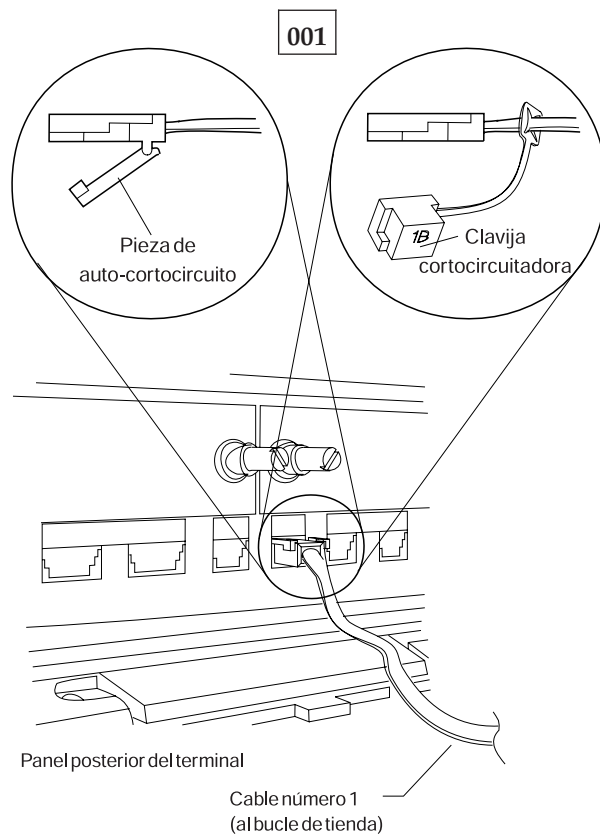

Figura 45. Clavija cortocircuitadora 1B y cable 1 de bucle de tienda de terminal Mod1
- Conecte la clavija cortocircuitadora 1B al extremo de terminal del cable. Consulte la Figura 45 en la página 563.